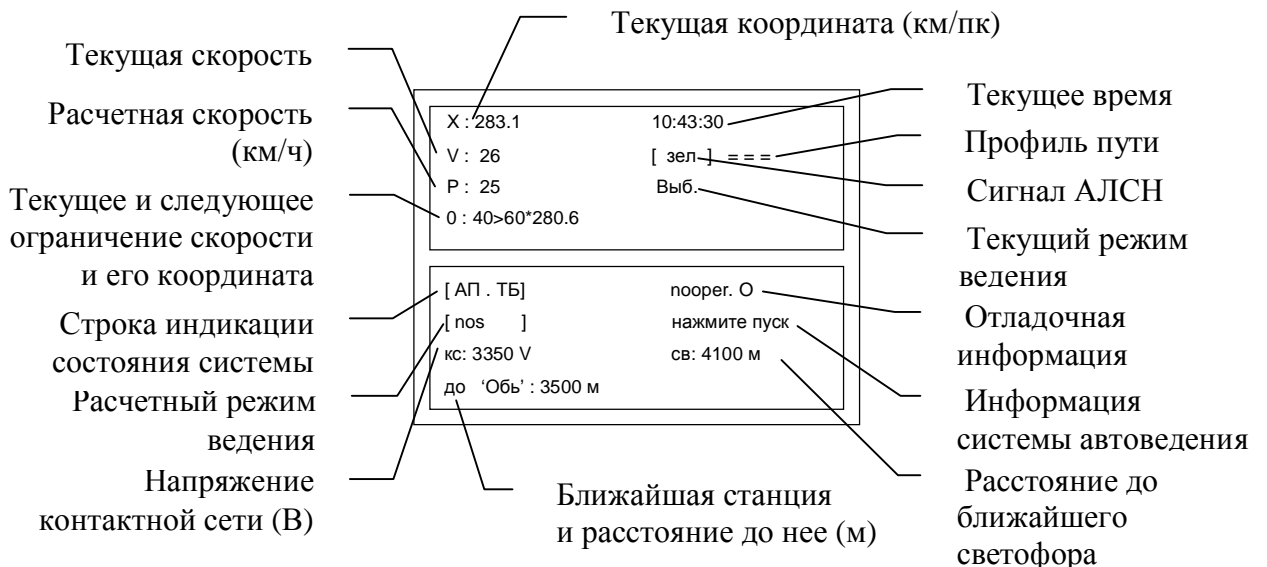

Рисунок 10
– через несколько секунд появится основной экран системы (Рисунок 10).
Для дальнейшей работы с системой следует перейти из Основного экрана (Рисунок 10) в меню настроек нажатием клавиши «F».